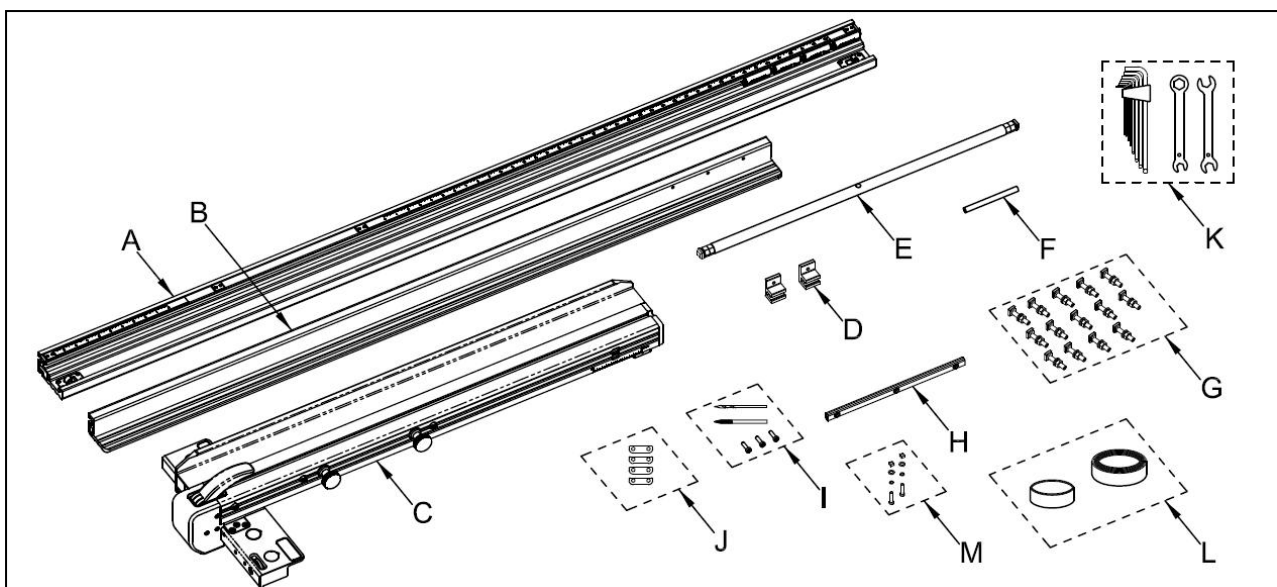
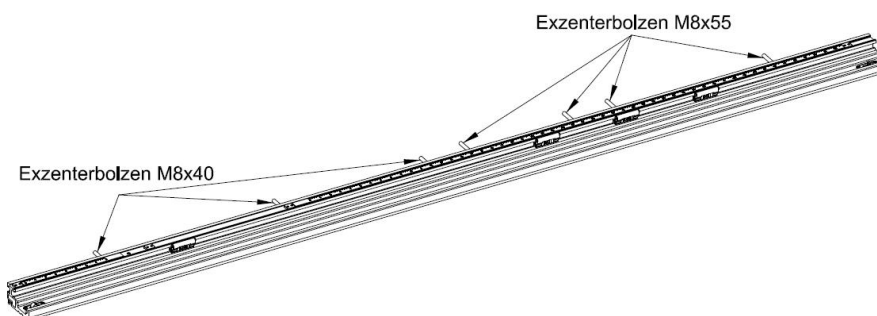
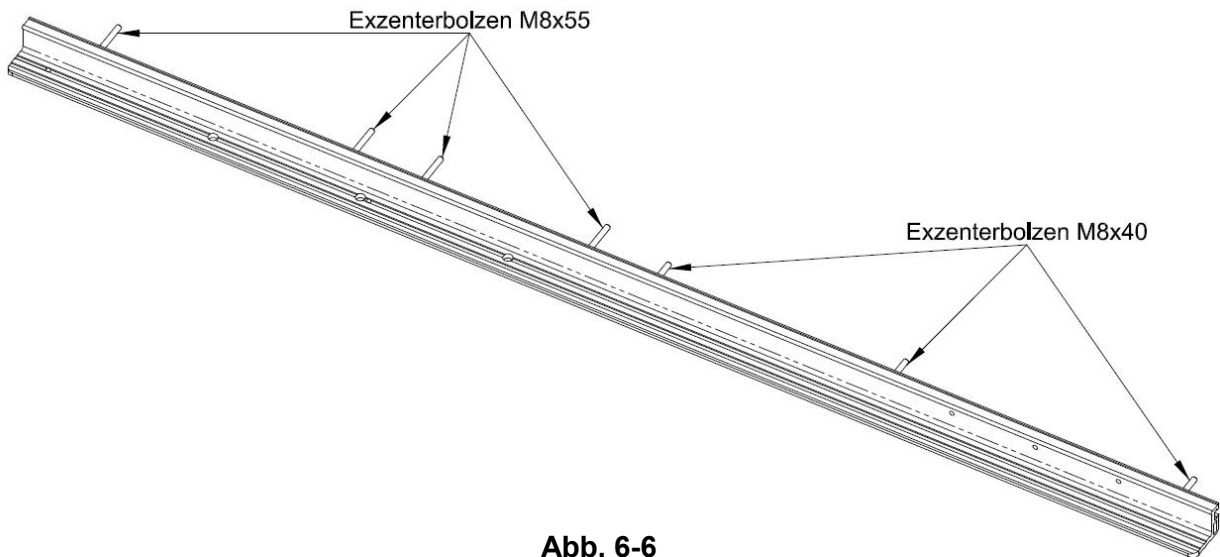
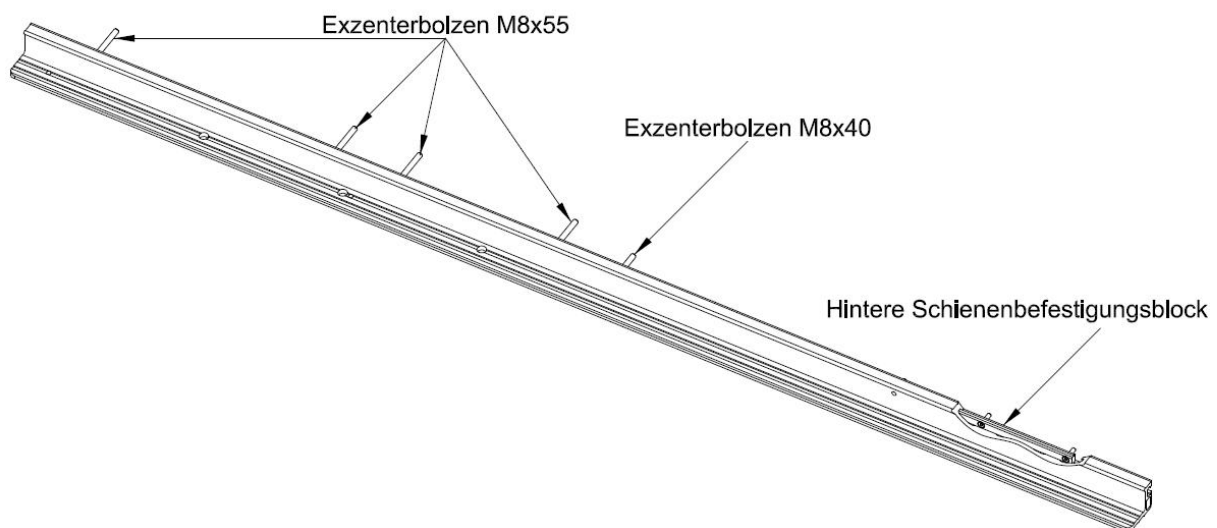

Abb. 5-1
Abb. 6-2
Abb. 6-6
Abb. 6-10
Bitte überprüfen Sie Ihr Produkt anhand der Abb. 5-1 und der folgenden Liste.
(1) Sorgfältig setzen Sie die Exzenterbolzen (Position G aus Abbildung 5-1) in den T-Nut des vorderen Führungsschienensatzes (Position A aus Abbildung 5-1) ein, wie in Abbildung 6-2 dargestellt. 1. Die Verwendung von M8x40 Exzenterbolzen ist für die Gusseisentischplatte vorgesehen, um eine Beeinträchtigung mit den Gusseisenrippensektionen zu verhindern. Zur Befestigung der Holz- oder Phenol-Tischplatte verwenden Sie die M8x55 Exzenterbolzen.
1. Schieben Sie vorsichtig die Exzenter-schrauben (wie in **Abb. 5-1 dargestellt; Position G**) in die T-Nut der hinteren Führungsschienenbaugruppe (wie in **Abb. 5-1 dargestellt; Position B**), unter Beachtung der Spezifikationen und Positionierungsdetails in **Abb. 6-6**. Stellen Sie sicher, dass die Ausrichtung aller Exzenter-schrauben mit der der vorderen Führungsschiene übereinstimmt.
3. Setzen Sie die Exzentrerschrauben (**Position G aus Abb. 5-1**) in die T-Nut der hinteren Führungsschienenbaugruppe (**Position B**) ein und richten Sie sie gemäß den Spezifikationen und Positionierungsdetails in **Abb. 6-10** aus. Bestätigen Sie, dass ihre Ausrichtung der der vorderen Führungsschiene entspricht. Vergessen Sie nicht, M8x40 Exzentrerschrauben zu verwenden, wenn Sie mit der Gusseisenplatte arbeiten, um eine Beeinträchtigung der Gusseisenrippensektionen zu vermeiden, während die M8x55 Exzentrerschrauben geeignet sind, um die Holz- oder Phenol-Tischplatte zu befestigen.